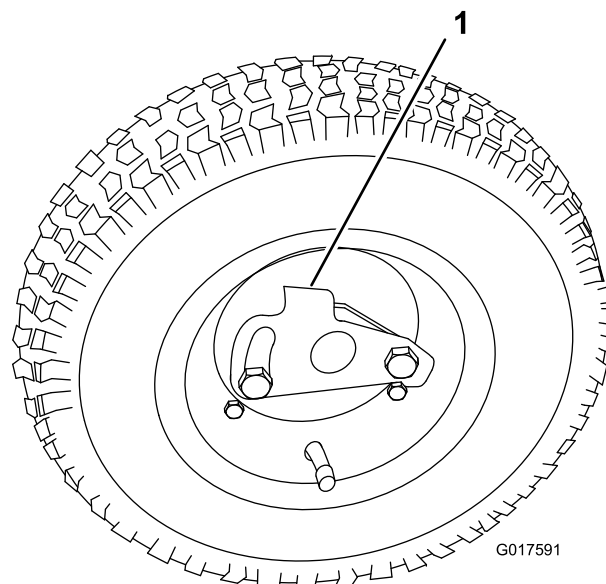

Figura 8
1. Deslize a roda para o eixo (Figura 8).
2. Incline o dispositivo de bloqueio da roda para fora do centro da roda permitindo que se afaste do eixo (Figura 8).